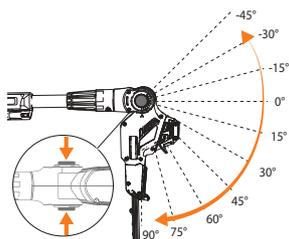

Рис. 12
- Регулировка угла наклона насадки кустореза доступна в 10 положениях для изменения угла в пределах  $-45^\circ / +90^\circ$ . Для изменения угла – нажмите кнопку фиксатора и установите в необходимое положение, после чего отпустите кнопку для фиксации (Рис. 12).